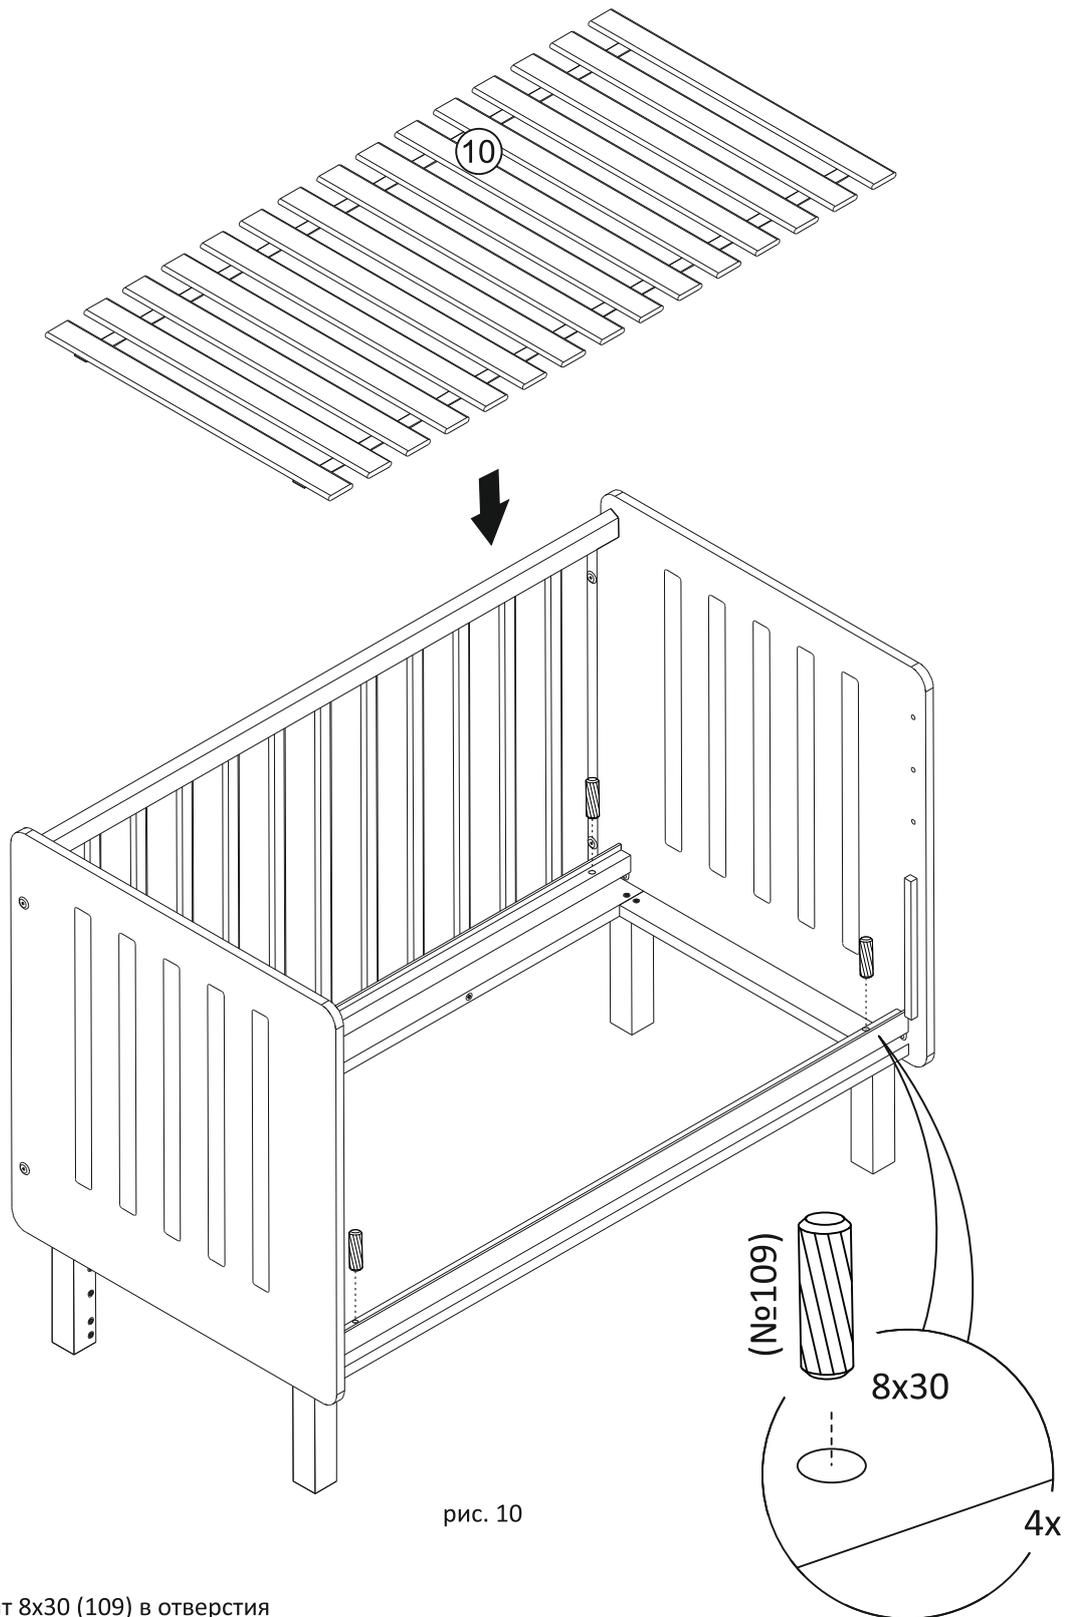

рис. 10
Установить шкант 8x30 (109) в отверстия на царгах (рис. 10). Установить дно (дет. 10).